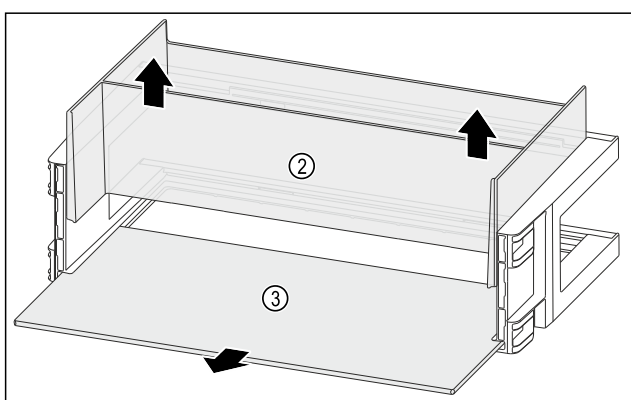

Fig. 122
- Estrarre l'organizzatore Fig. 122 (2) verso l'alto.
- Rimuovere il ripiano Fig. 122 (3).